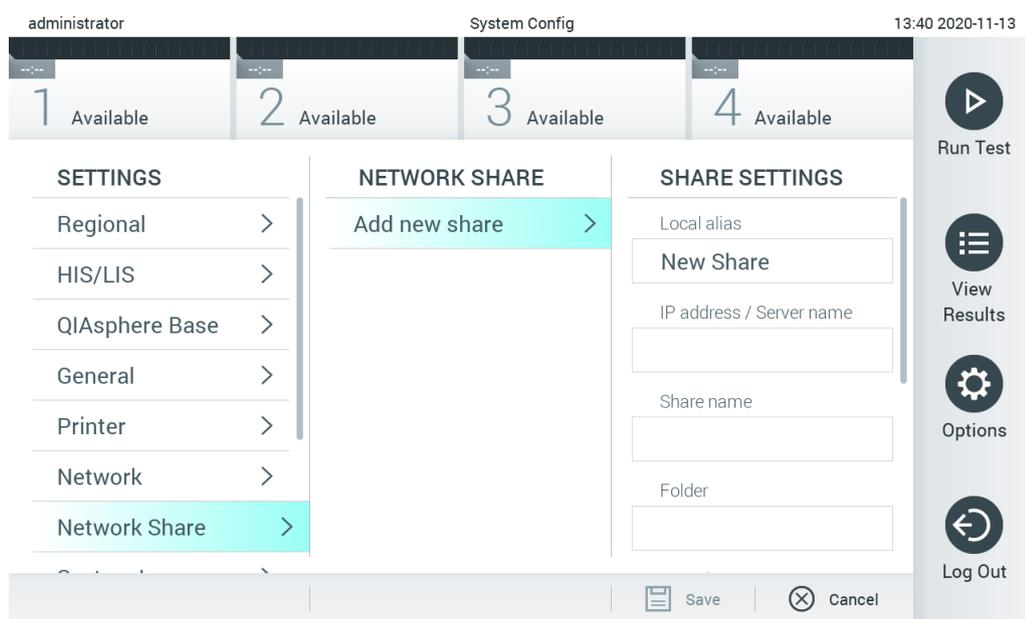

Figura 76. Adicionar um novo compartilhamento de rede.
3. Pressione o botão Add new share (Adicionar novo compartilhamento) (Figura 76).